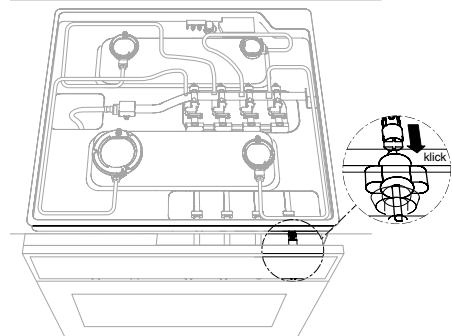

fig. 9
- Schuif de cardankoppelingen op de kraanstiften van de oven en klik ze vast (zie fig. 9).